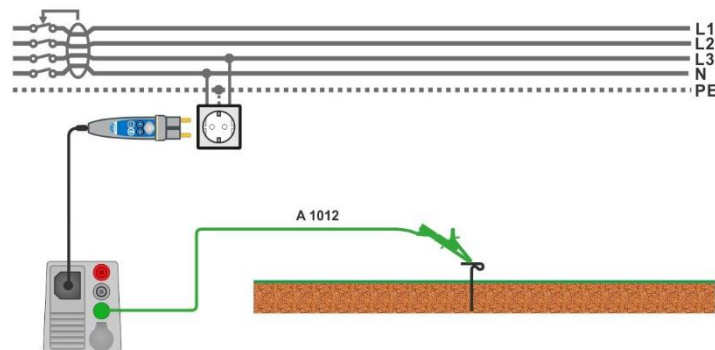

Abbildung 7.35: Anschluss für die $U_c(P)$ Messung
Anschlüsse siehe **Abbildung 7.35 Anschluss für die Uc(P)** Messung.
- › Schließen Sie die Prüfleitung an den P/S - Anschluss und an den externen geerdeten Punkt an (optional, siehe **Abbildung 7.35**).